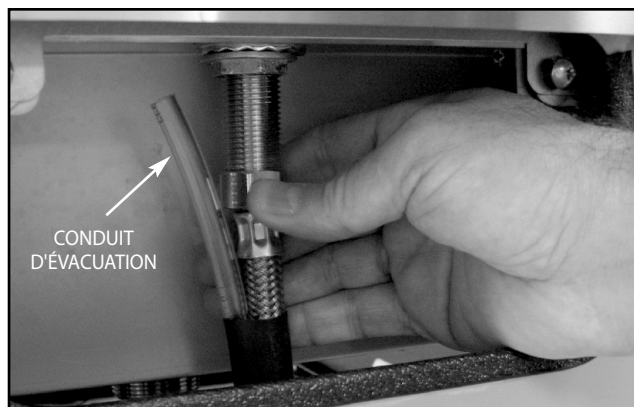

Fig. 37
7. Acheminer le tuyau d'alimentation en eau/le conduit d'évacuation de 0,9 m (3 pieds) par le trou situé au bas du boîtier des brûleurs et l'attacher au robinet (Fig. 37).